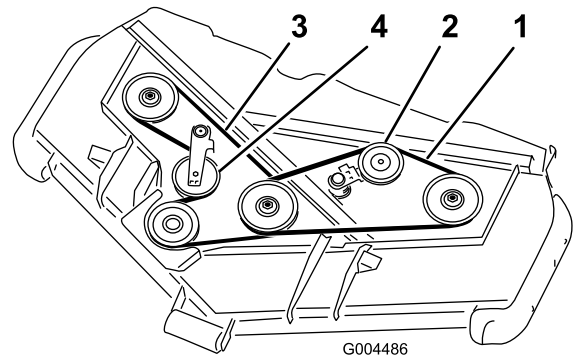

Bild 59
3. Schieben Sie mit einem Stemmeisen die Spannscheibe für den oberen Riemen (Bild 59) vom oberen Treibriemen, um die Riemenspannung zu lösen, sodass der Riemen von den Scheiben rutschen kann.
4. Schieben Sie mit einem Stemmeisen die Spannscheibe für den unteren Riemen (Bild 59) vom unteren Treibriemen, um die Riemenspannung zu lösen, sodass der Riemen von den Scheiben rutschen kann.
5. Verlegen Sie einen neuen Riemen um die Getriebescheibe, die unteren Spindelscheiben und die Spannscheibe, siehe Bild 59.
6. Verlegen Sie einen neuen Riemen um die oberen Spindelscheiben und die Spannscheibe, siehe (Bild 59).